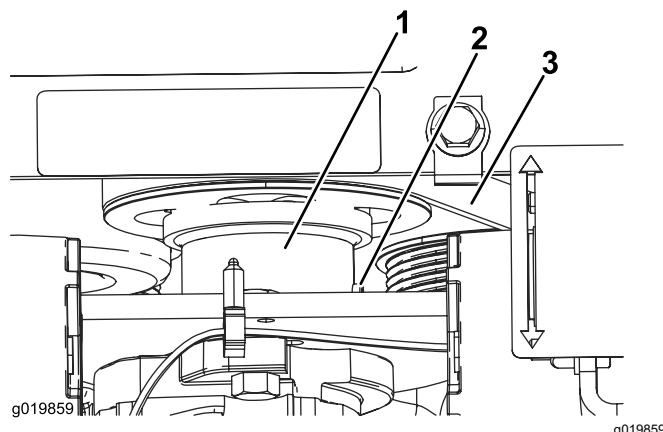

Figura 52
5. Afloje el tornillo de fijación del acoplamiento de transmisión de la bomba de engranajes (Figura 52).